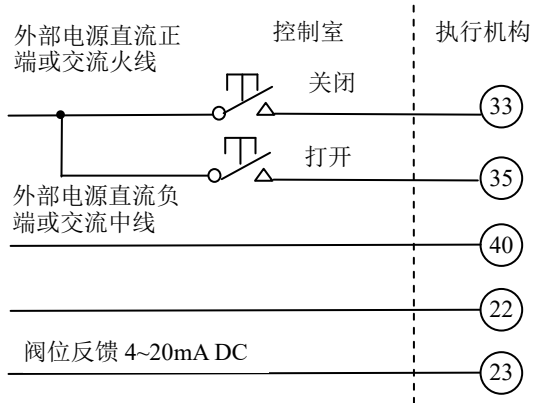
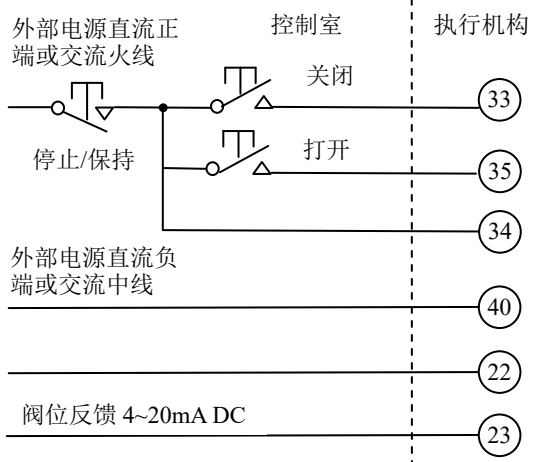

图 15-7 点动式打开/关闭控制，
图 15-9 保持式打开、关闭停止控制
15.2.3 图 15-7~图 15-9 为外部 110V/220V 直流或交流供电
如果切换控制电路想采用外部 120~220V 或采用外部供电，用户可以参照图 15-1~图 15-9 远程开关量控制选用不同电源的设计思路进行设计。